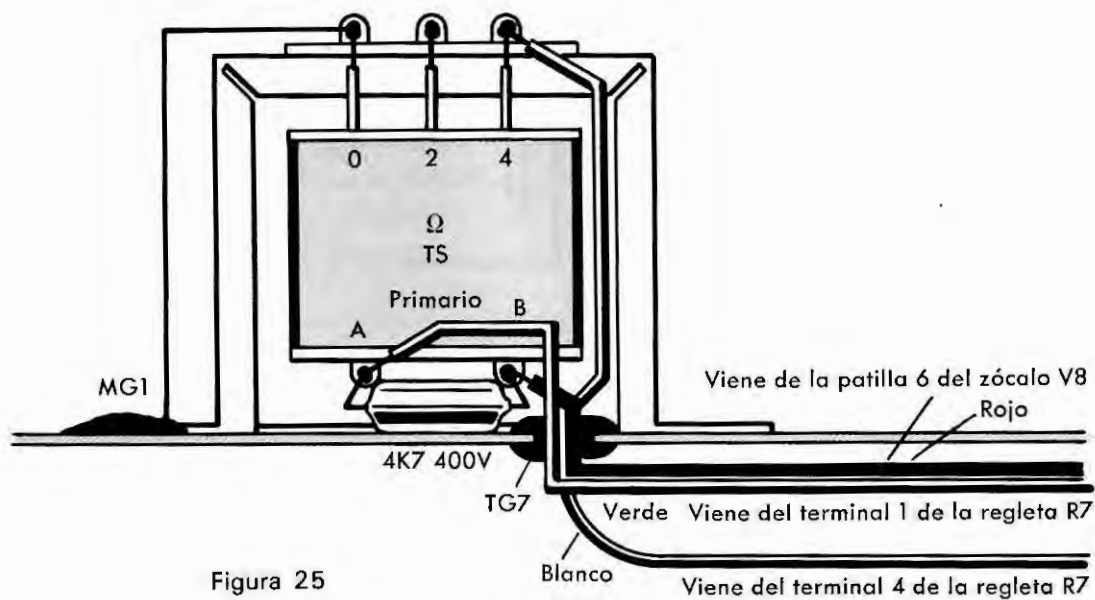

Figura 25
Pase a continuación a la figura 25. Suelde el hilo de conexiones BLANCO que sale por la goma TG7, en el terminal de 4 ohmios, del transformador de sonido (TS). Aplique un condensador poliéster de 4k7pF/400 voltios, e introduzca los extremos de sus terminales por los orificios de los terminales A y B (primario) del transformador. No haga soldaduras en ellos. Introduzca en el terminal A el hilo de conexiones VERDE proce-